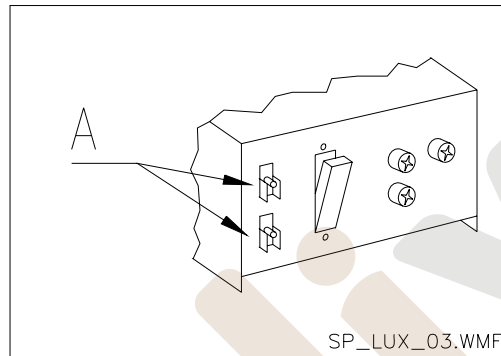
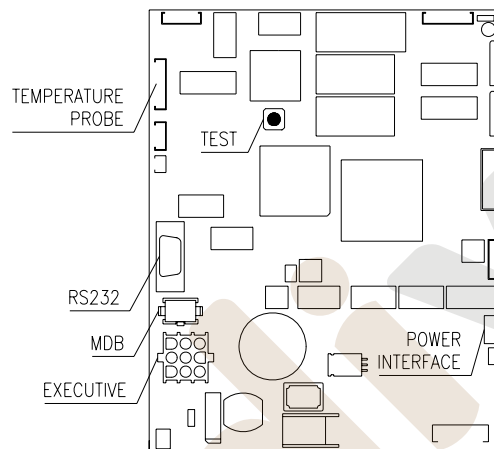

FIG. 3
FIG. 5
- Si en la pantalla aparece "MEMORY CLEARED" apretar el pulsador situado en la tarjeta principal dentro de la caja recaudadora (véase FIG. 5) para inicializar la memoria. En la pantalla aparece el mensaje "PUERTA ABIERTA DISTRIBUIDOR EN MANTENIMIENTO". El distribuidor automático empezará automáticamente un autotest. Si se localiza ningún error, la máquina estará lista para su uso.
Sobre el cuadro eléctrico están colocados dos microinterruptores A FIG. 3, protegidos contra accionamientos accidentales y accionables solo con la llave correspondiente.
Cuando se enciende el distribuidor, sobre el display aparece escrito "INIT" seguido por "MEMORY CLEARED" si la memoria no contiene datos o bien, los datos contenidos no son fidedignos. Lo mismo ocurre cuando se ejecuta el mando "cancela memoria" o en el caso en que la memoria se estropeará. Oprimiendo el pulsador test (FIG. 5) situado en la ficha electrónica principal en el interior de la caja de fichas, la memoria se restablecerá automáticamente con los valores preestablecidos tal como descritos en las instrucciones. Cuando el microinterruptor de la puerta se cierra (FIG. 3 ref.A), la máquina iniciará el procedimiento de autoconfiguración que consiste en verificar el número de espirales presents en cada cajón. En esta fase, sobre el display, aparecerá escrito durante algunos segundos "TEST 12" al término de los cuales, el distribuidor entrará en funcionamiento.
Es posible efectuar también una prueba del funcionamiento del distribuidor. Para esto, es necesario apretar el pulsador test (FIG. 5) situado en la ficha electrónica principal, sobre el display aparecerá el mensaje "**Todas las selecciones funcionan**". Alternativamente podrá aparecer el mensaje "SELECCIÓN OK". Alternativamente podrá aparecer un indicador (ej. 12, 14...) para indicar que durante el funcionamiento se ha verificado una anomalía y los espirales están fuera de servicio. Para restablecerlos basta seleccionar cuanto indicado en el display. Si durante la prueba se verifica un error de funcionamiento, sobre el display permanecerá el mismo identificador de espiral o de módulo, de lo contrario se pasará a la sucesiva selección fuera de servicio. Si todas las selecciones están en orden, aparecerá sobre el display el mensaje correspondiente.